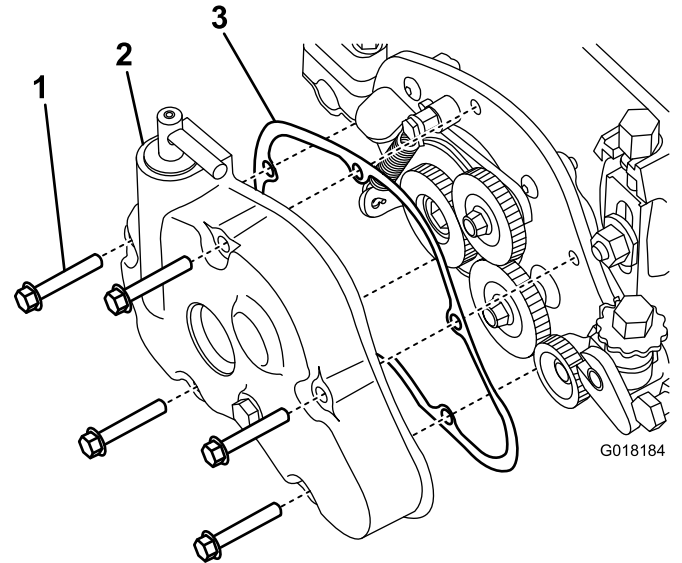

图15
13. 向齿轮箱盖加入大约 0.15L Mobil XHP-221 或相同等级的润滑脂然后用 5 个螺栓将其安装至疏草刀壳体组件上箱盖与壳体组件之间加放垫片图15。